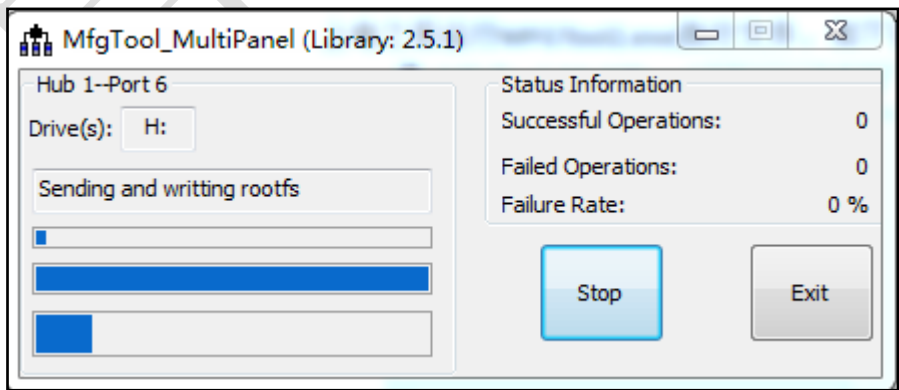
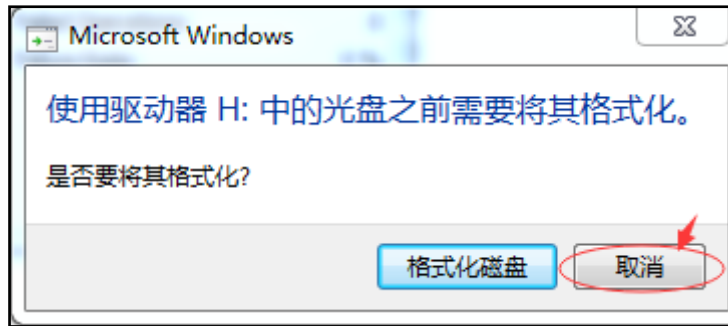

图 2-3
图 2-4
(2) 点击 <Start>, MfgTool 会显示镜像下载的状态, 如图 2-3 显示, 如果提示需要格式化, 如图 2-4 点击“取消”即可, 下载可能需要几分钟, 请耐心等待。